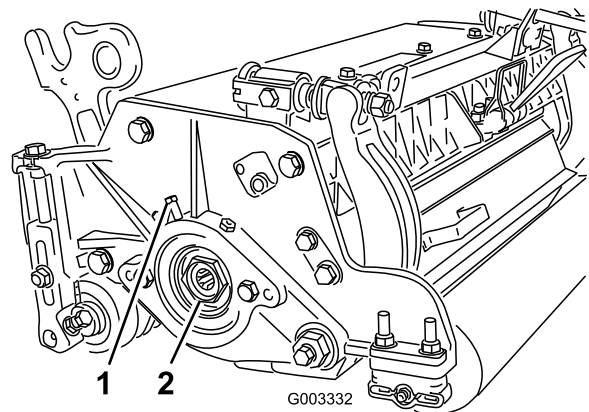

Figura 29
- A. Afloje el tornillo de fijación exterior que sujeta la tuerca de ajuste del cojinete al alojamiento del cojinete situado en el lado izquierdo de la unidad de corte (Figura 29).